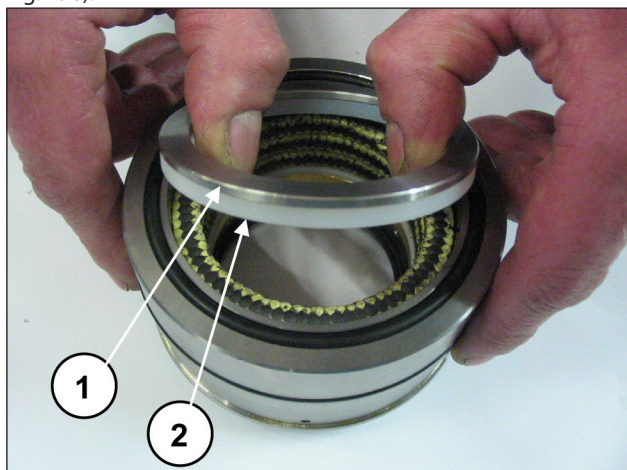
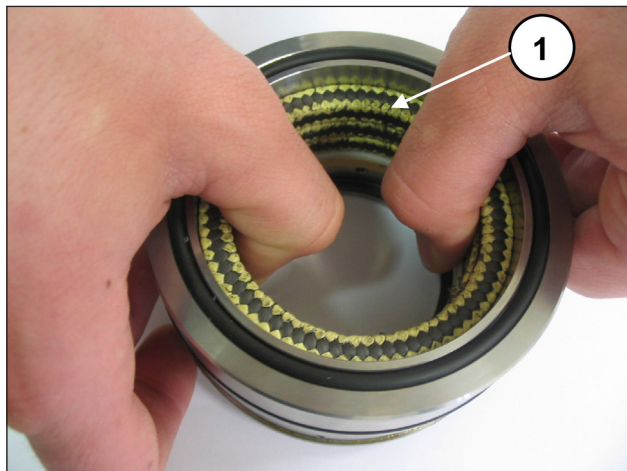

Fig. 197
Fig. 198
Séparer le support des joints de la chemise, déposer l'anneau pour ressort et le segment racleur (rep. ①②, Fig. 197) pour accéder aux garnitures mécanique d'étanchéité (rep. ①, Fig. 198).